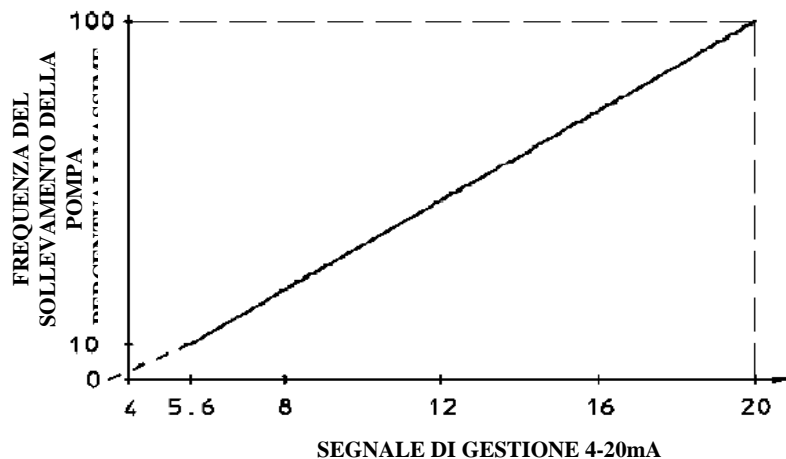

**FIGURA 12**
- La tipica connessione tra pompa ed idrometro ad impulso è illustrata nella figura 12.